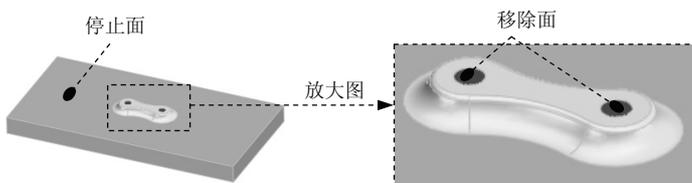

图 4.4.23 定义停止面
Step10. 创建图 4.4.23 所示的零件特征——成型工具 1。
(1) 选择命令。选择下拉菜单 **插入(I)** → **钣金(B)** → **成型工具** 命令。
(2) 定义成型工具属性。
① 定义停止面。激活“成型工具”对话框中的 **停止面** 区域，选取图 4.4.23 所示的面为停止面。
② 定义移除面。激活“成型工具”对话框中的 **要移除的面** 区域，选取图 4.4.23 所示的面为移除面。
(3) 单击 按钮，完成成型工具的创建。